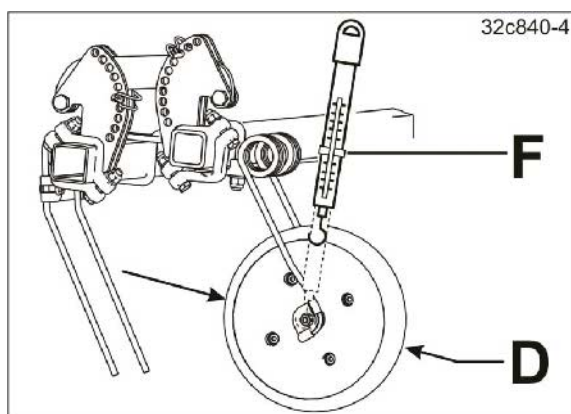

Fig. 6
4. Contrôlez la pression des rouleaux sur le sol, par ex. avec un peson (voir Fig. 6).